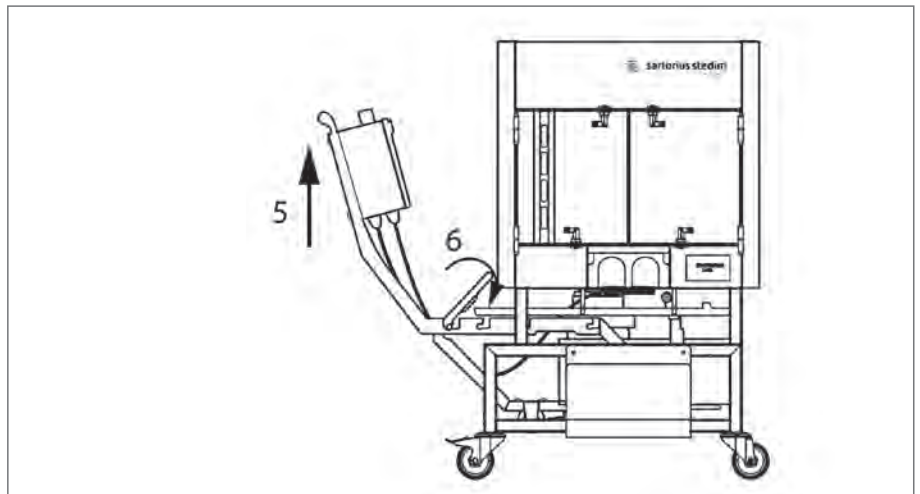

Abbildung 64
4. Heben Sie die LevMixer® Antriebseinheit an deren Griff in die senkrechte Position (siehe Abb. 64 | 5). Halten Sie die LevMixer® Antriebseinheit in dieser Stellung und schieben Sie die Verriegelung in Richtung Palletank® for LevMixer®, sodass der Riegel auf den Nuten in den Führungsschienen liegt (siehe Abb. 64 | 6).